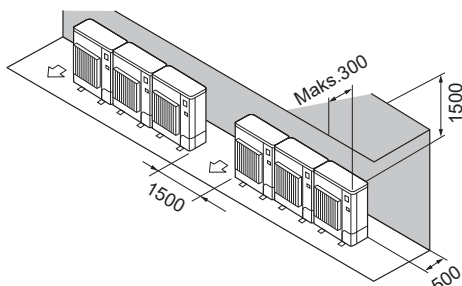

Fig. 2-14
- (2) Hindringer kun bak og over (Fig. 2-14)